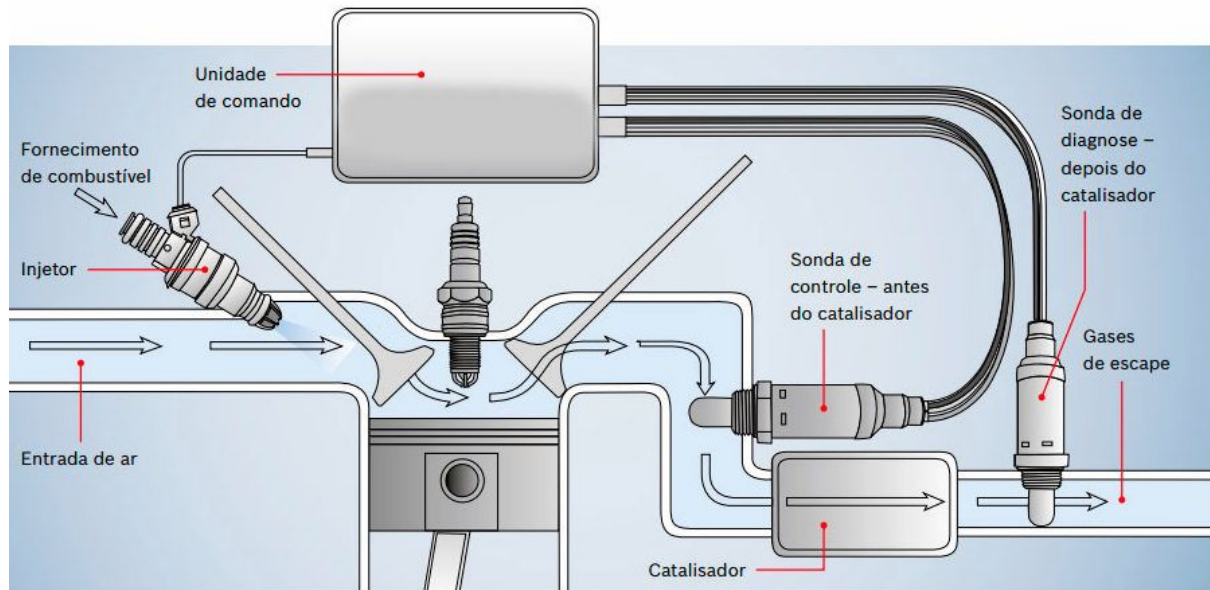

Figura 6.9 - esquema de montagem da sonda lambda
**Descrição:** Utilizando as informações do artigo “Lane Recognition Using On-Vehicle Lidar” pelo engenheiro Takashi Ogawa da Denso, o sensor tem uma região de detecção de 8.7 graus em elevação e 36 graus em azimuth. Ele consegue detectar objetos até 120 metros de distância e tem uma taxa de amostragem de 100 amostras por segundo. A detecção da faixa utiliza, na verdade, somente as camadas inferiores indicado na figura 6.9 por “Lower 3 Layer”. As camadas superiores, indicadas por “Upper 3 Layer”